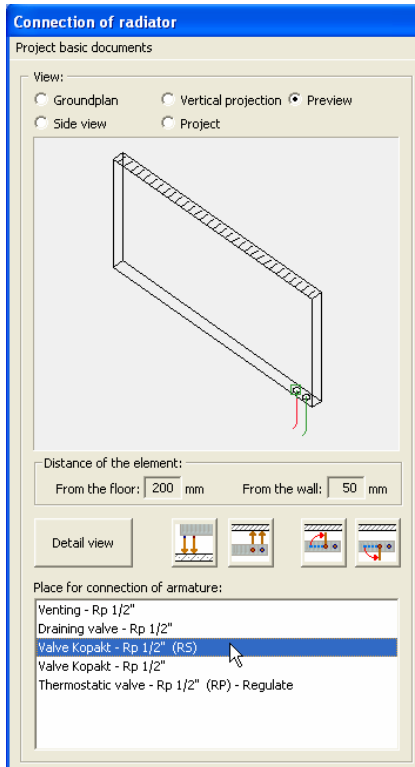

Рис. 3.2-17 Присоединения отопительного прибора
2. Появится диалоговое окно *Connection of radiator/Присоединение отопительного прибора*. В поле с названием *Views/Изображения* щелкните *View/Сводка*, на рисунок уже смотрите с другого вида. Красным цветом выделено место присоединения арматуры, которое выписано эпод рисунком. Щелкните левой кнопкой мыши *Valve Kompakt – R 1/2/Клапан Компакт – P 1/2* (Рис. 3.2-17)